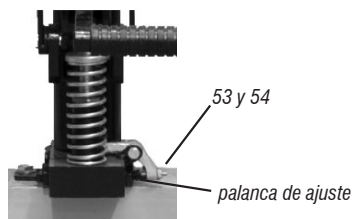

Fig. 7 – Ajuste de la palanca
La GRÚA HORQUILLA MANUAL VONDER ya viene totalmente ajustada y probada de fábrica. En caso de necesidad de ajuste de la alanza para elevar o bajar la carga, utilice el tornillo (54), conforme fig. 7, y una vez finalizado el ajuste, cierre el tornillo (54) apretando la tuerca (53).